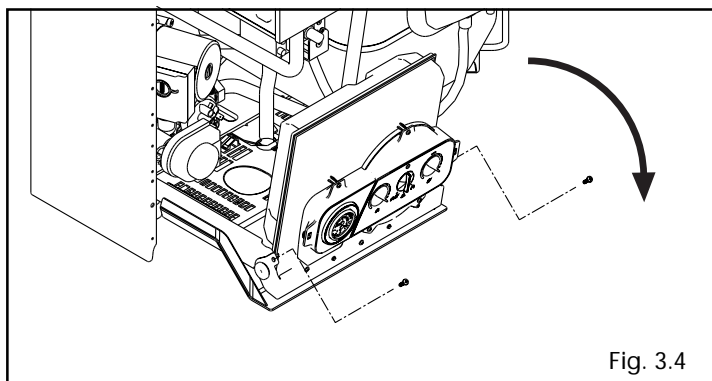

Fig. 3.4
- svitare le viti di fissaggio del cruscotto e ruotarlo (fig. 3.4)